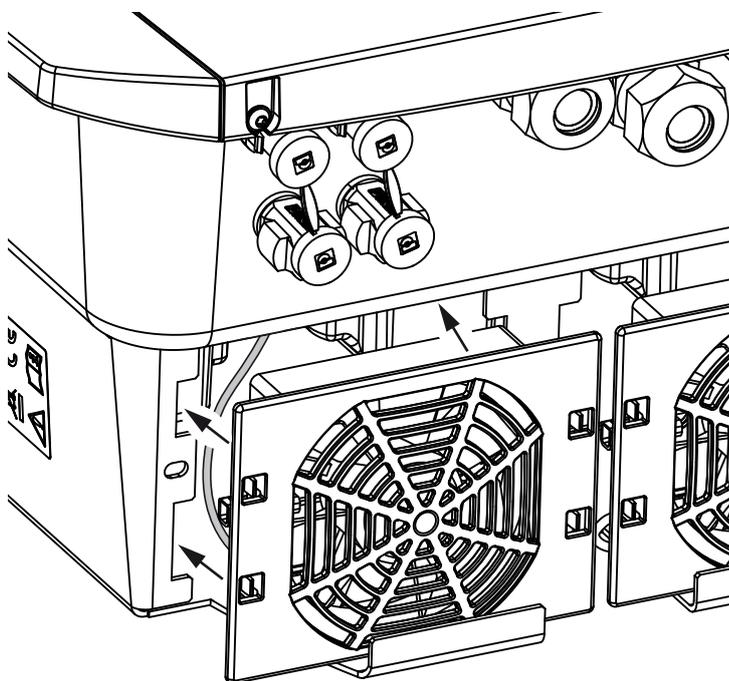

Fig. 67: Installazione ventola
- la ventola deve essere montata correttamente nel telaio (direzione del flusso d'aria). **Fig. 67**